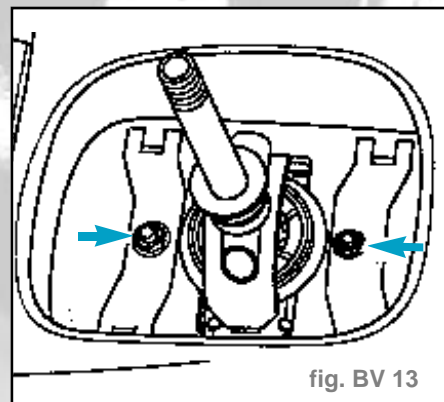

fig. BV 13
- Le cache en caoutchouc du boîtier de commande des vitesses doit être dévissé (fig. BV 13).